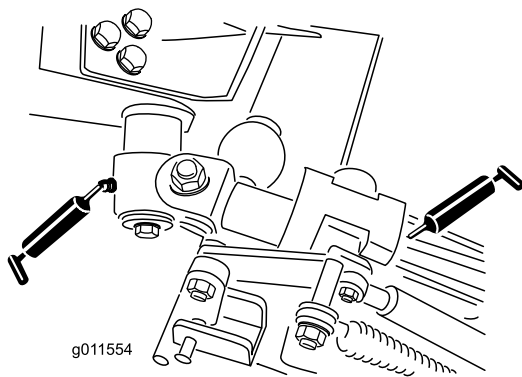

Figure 69
- Bagues de pivot d'axe coudé (2) (Figure 69)
- Bagues de bras arrière (4) (Figure 69)